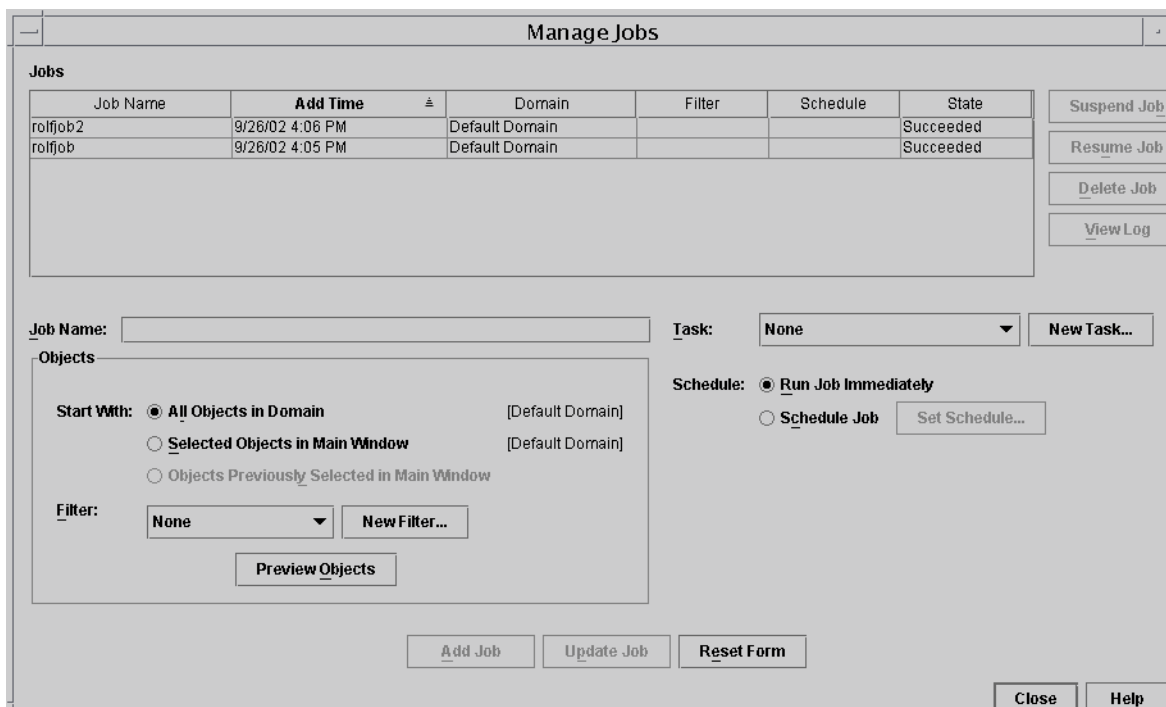

图 2-9 “Manage Jobs（管理作业）” 面板
系统将显示“Manage Jobs（管理作业）”面板（图 2-9），在此可分配所创建的映像文件。
5. 在“Manage Jobs（管理作业）”面板中（图 2-9），执行以下步骤：